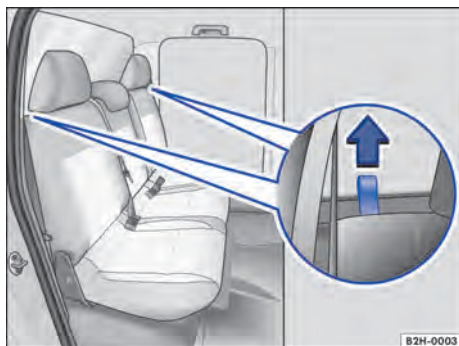
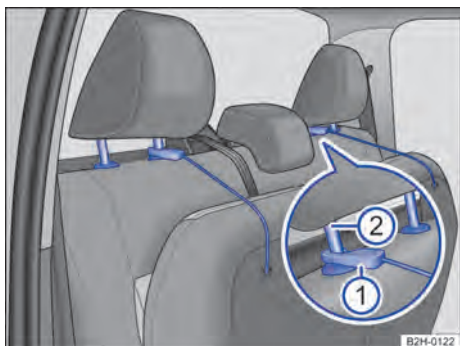

Fig. 47 Banco traseiro: alça para destravar o encosto do banco.
Fig. 49 Banco traseiro: fixar a superfície do banco nos apoios para cabeça.
- Puxar as alças → Fig. 47 em ambos os lados do encosto do banco na direção da seta e, ao mesmo tempo, rebater o encosto para frente.
Para facilitar o destravamento, podem ser utilizados os cabos do assento → Fig. 49. Para isso, puxar o laço → Fig. 47 e, a seguir, prender a cinta de fixação no laço. Ao destravar o segundo laço, cuidar para que o banco traseiro não rebata para frente.
- Se necessário, deslocar o apoio da cabeça para cima → Página 51 e encaixar a cinta de fixação → Fig. 49 ① na haste interna do apoio para cabeça ②.